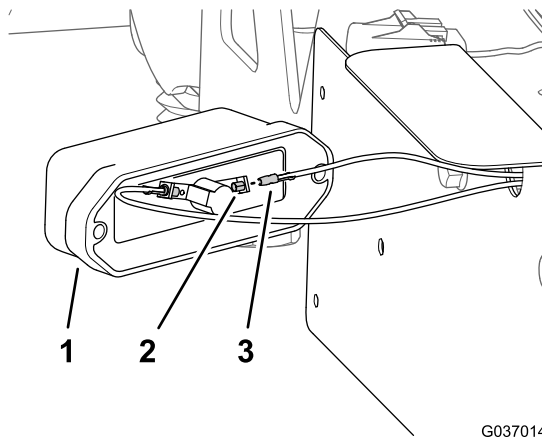

Figura 40
1. Inserte los 2 conectores de bala etiquetados como LUZ DE MATRÍCULA en los 2 alojamientos de la luz de la placa de matrícula (Figura 40).